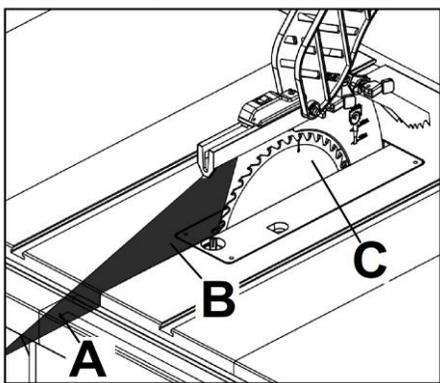

Рис. 20
• Для регулировки лазерной линии (В. Рис.20):
Ослабьте два установочных винта. Перемещайте и вращайте лазер (В, рис.20). 20) генератор чтобы отрегулировать лазерную линию, расположите ее посередине лезвия (рис.20) и отметьте лезвие на шкале.. Затяните два установочных винта.